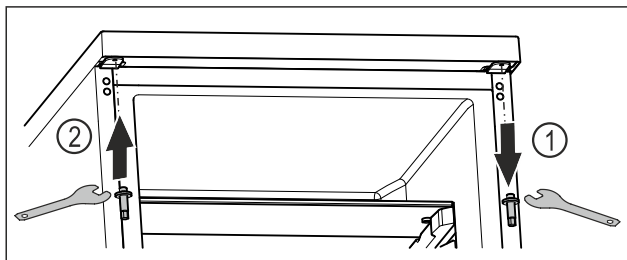

Fig. 18
- ▶ Odšroubujte horní čep imbusovým klíčem. Fig. 18 (1)
- ▶ Čep na opačné straně utáhněte imbusovým klíčem. Fig. 18 (2)